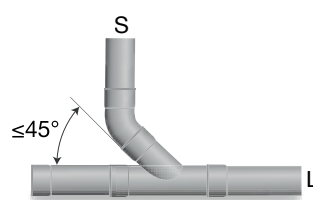

Fig. 10
- Stående samlingsledning (S) ska anslutas till liggande samlingsledning (L) med grenrör med vinkeln $\alpha \leq 45^\circ$. Se fig. 10.